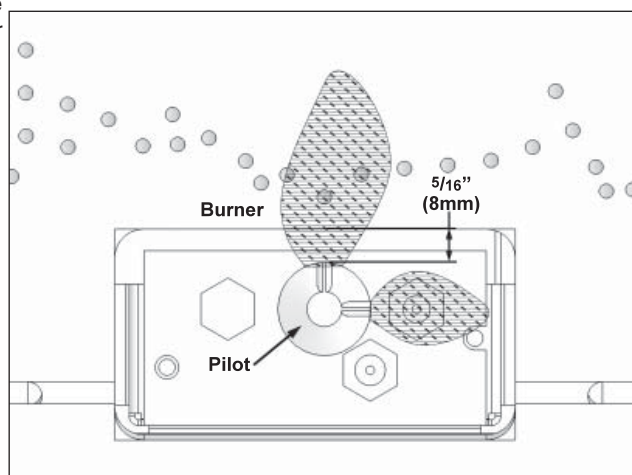

Figure 60 : Relation entre l'allumeur et le brûleur.
25. Vérifiez la flamme du pilote afin qu'elle soit d'une bonne taille et orientée correctement. La flamme du pilote peut être ajustée par le dispositif d'ajustement sur à face avant de la valve. Il est localisé juste au-dessus et à gauche du moteur du régulateur. Il est clairement indiqué sur la valve. En ajustant la vis vers l'intérieur ou l'extérieur, cela augmentera ou diminuera la hauteur de la flamme du pilote. La flamme du pilote appropriée devrait ressembler à la figure 60.